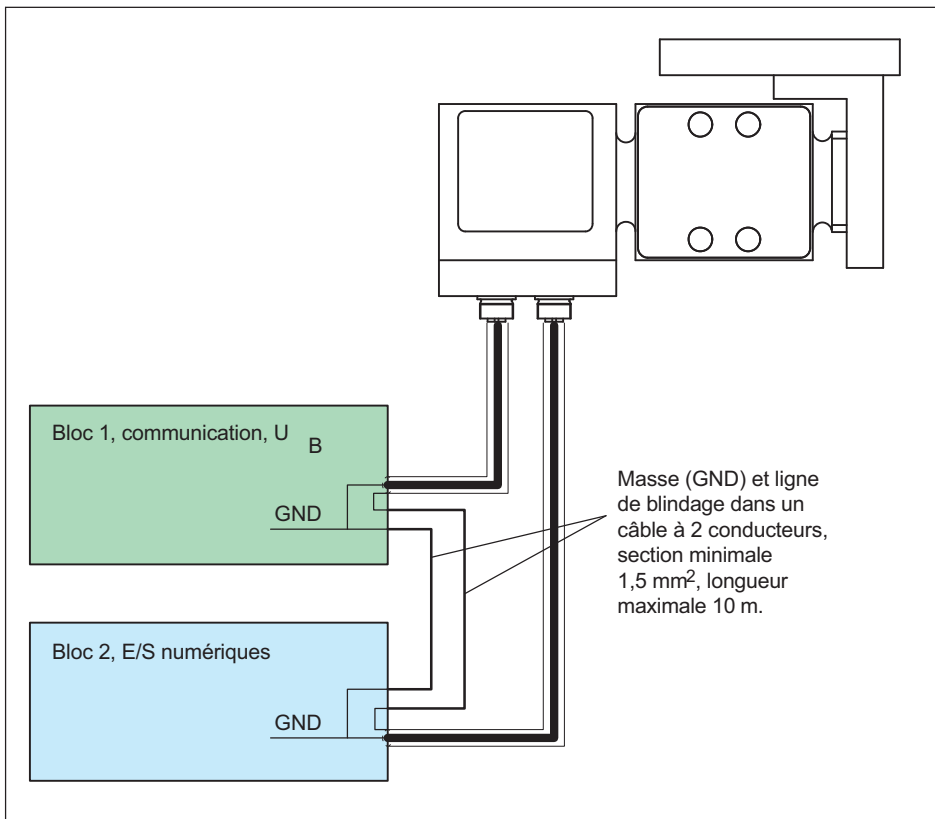

Fig. 7.1 Connexion des potentiels GND en cas de blocs séparés
1. Les blocs fonctionnels, c'est-à-dire la partie numérique pour les sorties de commutation et la partie pour l'alimentation en tension de fonctionnement et l'interface, sont placés à des endroits différents (Fig. 7.1).
- Dans le premier cas, s'assurer que le blindage des deux lignes ainsi que le potentiel GND sont chacun reliés par une ligne d'une section minimale de $1,5 \text{ mm}^2$. Ces lignes peuvent comporter un ou plusieurs conducteurs. Les lignes à un seul conducteur doivent cependant être situées très près les unes des autres et ne pas suivre des chemins différents. La longueur totale d'un conducteur ne doit pas dépasser 10 m (Fig. 7.1).